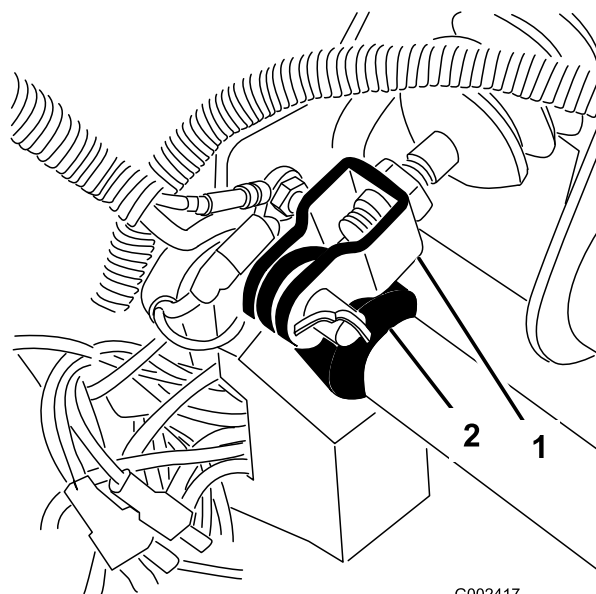

Figura 62
1. Retire el pasador de horquilla y la chaveta que fijan la horquilla del cilindro maestro al pivote del pedal de freno (Figura 62).